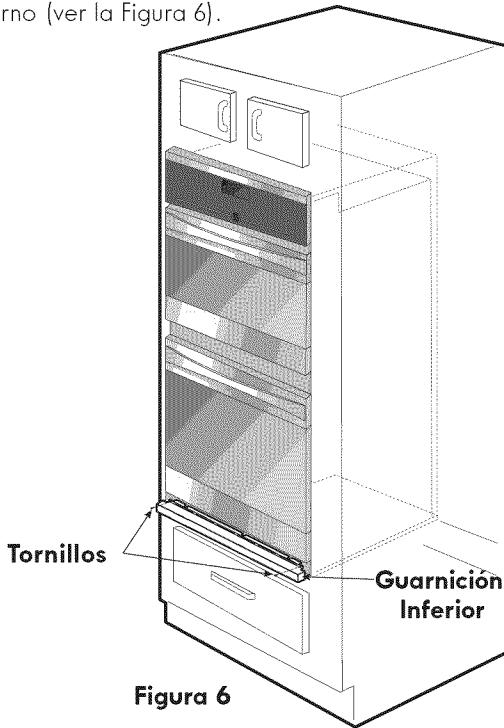

Figura 6
- 7 Colocar la parte superior de la guarnición inferior sobre las lengüetas laterales del horno, debajo de la puerta del horno, y fijarlas usando los 2 tornillos provistos con los orificios de montaje ubicados a cada lado del marco del horno (ver la Figura 6).